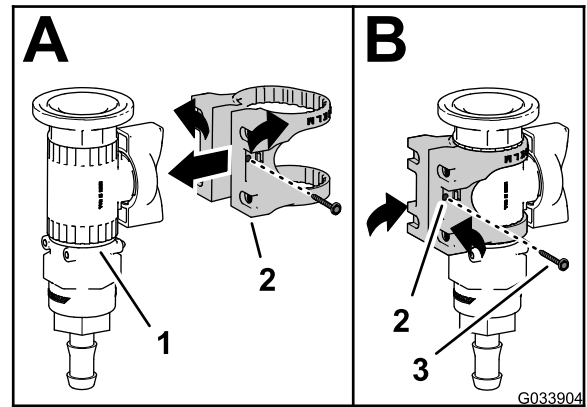

図 11
1. 図 11 の A に示すように、制御バルブにバルブマウントを組み付ける。
2. フランジヘッドねじ#6を使って、バルブマウントを制御バルブに固定し、ねじを手締めする 図 11 の B。